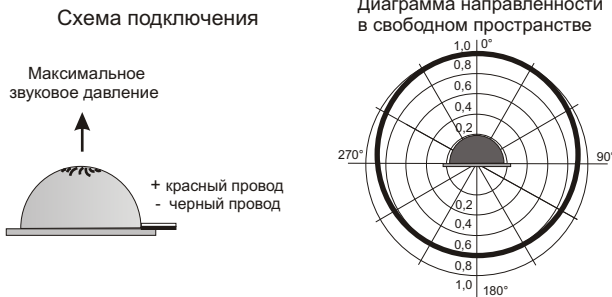

Рис.2 Схема подключения и диаграмма направленности оповещателя .
- 2.6. Диаграмма направленности звука на рис.2 (п.5.3)
- 5.2. На рис.2 показана схема подключения и диаграмма направленности звука оповещателя